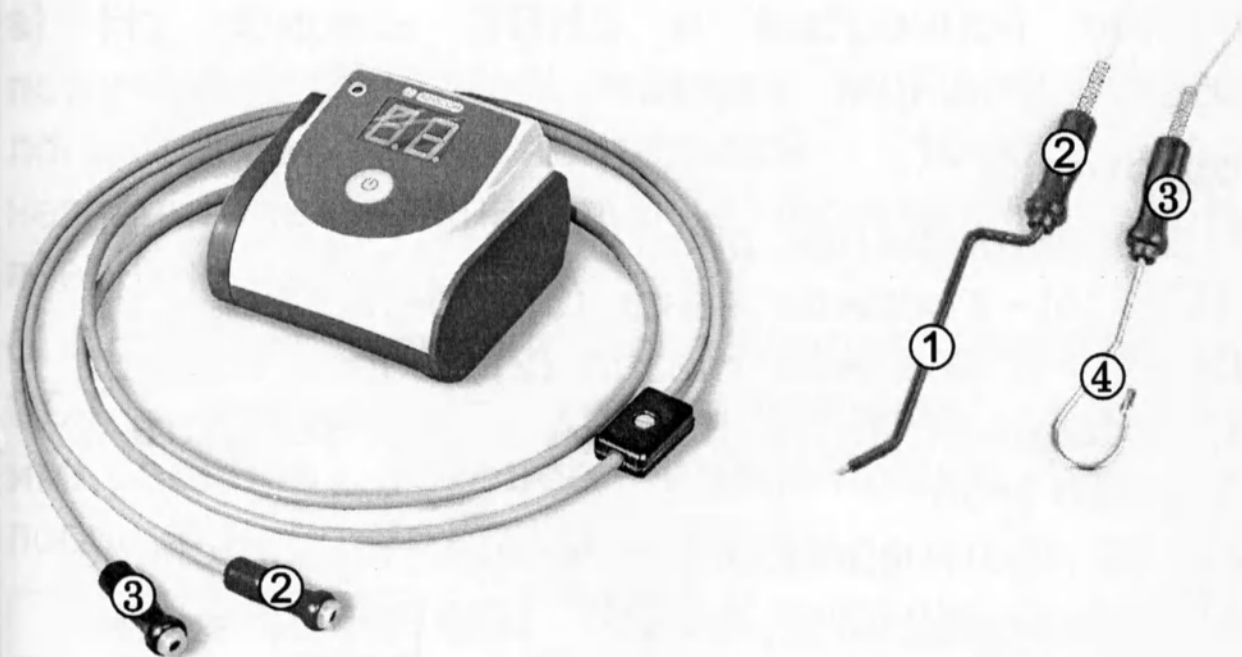

Рис.1
- Установить электроды (см. рис.1):
- **ПАЦИЕНТ (4)** - в **черное** гнездо **(3)** кабеля;
- **ЗОНД (1)** - в **красное** гнездо **(2)** кабеля гладкой частью, резьбовая часть **ЗОНДА** – для контакта с поверхностью зуба;